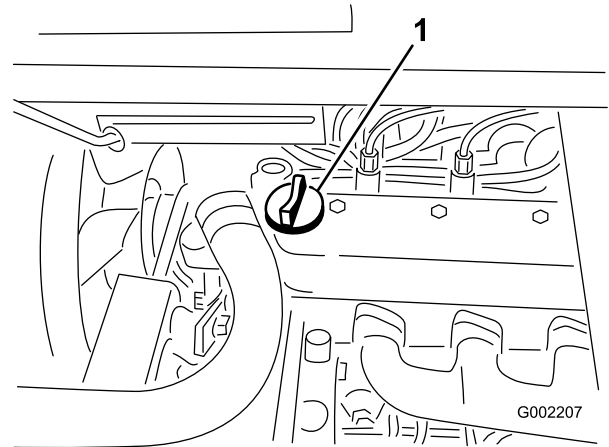

Bild 19
3. Wenn der Ölstand niedrig ist, nehmen Sie den Deckel des Einfüllstutzens von der Ventilabdeckung ab (Bild 19) und füllen Sie Öl auf, bis der Ölstand die Vollmarke am Peilstab erreicht. Angaben zur richtigen Ölsorte und zur Viskosität finden Sie unter *Warten des Motoröls* im Abschnitt *Wartung*. Gießen Sie Öl langsam ein und prüfen Sie den Ölstand häufig während des Füllens. Nicht überfüllen.